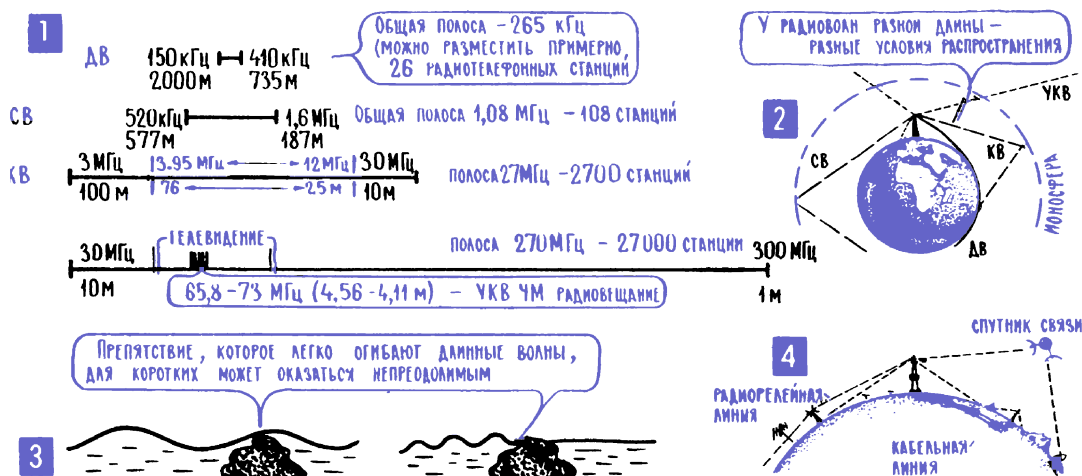

Рис. 13.5. Диапазоны электромагнитных волн для радиосвязи¹
8. У длинных, средних, коротких и ультракоротких радиоволн свои особенности распространения и различные «частотные территории». Все высокочастотные токи, используемые для радиосвязи, радиовещания, телевидения, радиолокации и других целей, принято делить на несколько участков, диапазонов. Такое деление на диапазоны, в частности, связано с тем, что радиоволны разной длины по-разному проходят путь от передатчика к приемнику. Границы между диапазонами весьма расплывчаты, бывает, что разные специалисты по-разному определяют граничные частоты. Но границы частотных участков, которые отводятся для радиовещательных станций, установлены очень точно. Всего таких участков выделено четыре, и названы они диапазонами длинных волн ДВ, средних волн СВ, коротких волн КВ и ультракоротких волн УКВ (рис. 13.5; 1). Коротковолновых участков, на которых работают радиовещательные станции, несколько, и их называют по средней длине волны – «диапазон 25 метров» или «25-метровый диапазон», «диапазон 41 метр», или «41-метровый диапазон» и т. д. Условия распространения радиоволн разной длины различны. Это связано с тем, что волны разной длины неодинаково реагируют на препятствия, которые встречаются на их пути, неодинаково отражаются от одних и тех же «зеркал». Влияние длины волны на характер взаимодействий с внешним миром – характерная черта любых волновых процессов. Так, например, мелкие волны, рябь на воде, разрушаются, наткнувшись на небольшой камешек, а длинная, большая волна огибает его совершенно незаметно. Или другой пример: световые волны почти полностью отражаются от человеческого тела или поглощаются в нем, а волны более короткие, рентгеновские лучи, пронизывают его почти беспрепятственно, проходят насквозь, лишь слегка поглощаясь в сравнительно плотных тканях.
Длинные радиоволны лучше всех других распространяются над земной поверхностью, легко огибают большие препятствия в виде оврагов и гор, огибают и сам земной шар (рис. 13.5; 2), подобно тому как большая мор-
А ультракороткие волны, как правило, вообще не отражаются от ионизированных слоев ионосферы, они протыкают ее и уходят в космическое пространство. Поэтому на УКВ слышны только очень близкие радиостанции, те, что находятся на расстоянии прямой видимости и радиоволны которых добираются от передатчика к приемнику над землей (рис. 13.5; 4). В последнее время, правда, человек перехитрил природу, научился передавать УКВ на очень большие расстояния. Делается это с помощью цепочки приемопередающих радиостанций² или с помощью искусственного спутника Земли, который можно было бы назвать активным зеркалом – электронная аппаратура на спутнике принимает сигнал земной УКВ-станции, усиливает его, а затем излучает обратно на Землю.